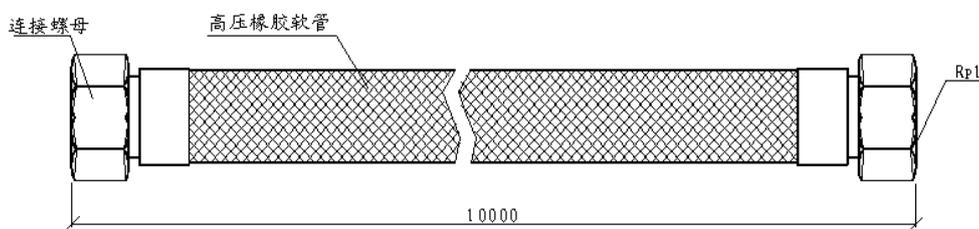

图 30 专用充装软管
**结构：**采用高压橡胶软管制作。承压 4.0 MPa，两端活接螺纹 Rp1，端面采用 F4 垫密封连接，如图 30。